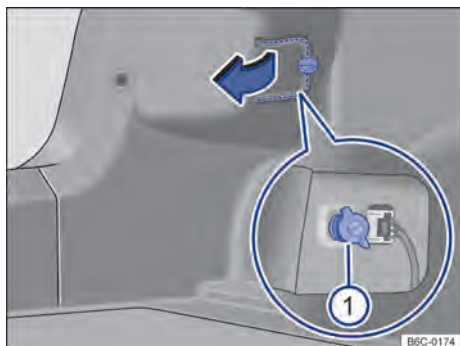
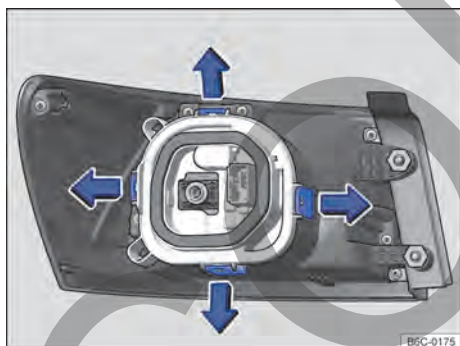

Fig. 165 En el maletero: desmontar la cubierta y retirar el tornillo mariposa ① (fragmento ampliado).
Fig. 166 Linterna trasera: desmontar el portalámparas.
- ① Observar la lista de control y ejecutar las acciones → pág. 209.
- ② Abrir la tapa trasera → pág. 73.
- ③ Para abrir la cubierta de la luz, girar la traba → fig. 165 (flecha).
- ④ Abrir la cubierta junto con la traba hacia el costado.
- ⑤ Aflojar el tornillo mariposa ① (fragmento ampliado) y retirarlo, sosteniendo, al mismo tiempo, la linterna trasera.
- ⑥ Tirar con cuidado de la linterna trasera hacia afuera, para desengancharla de la carrocería → ①.
- ⑦ Desenganchar el conector de alimentación de las lámparas de la linterna, para remover totalmente la linterna.
- ⑧ Colocar la linterna trasera sobre una superficie limpia y lisa.
- ⑨ Para desbloquear el soporte de las lámparas, presionar cada lengüeta de bloqueo → fig. 166 en el sentido de las flechas.
- ⑩ Desmonte el portalámparas con cuidado.
- ⑪ Para retirar las bombillas quemadas presione la bombilla contra el alojamiento y gírela en sentido antihorario.
- ⑫ Cambiar la bombilla quemada por una bombilla nueva del mismo modelo.
- ⑬ Para insertar las lámparas nuevas en el portalámparas, introduzca la nueva lámpara en el alojamiento correspondiente. Presione la bombilla y gírela en sentido horario hasta el tope.
- ⑭ Cerciorarse de que las lámparas estén correctamente fijadas en el soporte.
- ⑮ Instalar el soporte de las lámparas en la linterna trasera. Las lengüetas de bloqueo → fig. 166 deben encajar de forma audible.
- ⑯ Colocar el conector de alimentación en la luz.
- ⑰ Encajar la linterna trasera cuidadosamente en el alojamiento de la carrocería.
- ⑱ Sustener la luz trasera en la posición de montaje con una de las manos y atornillar con la otra el tornillo mariposa → fig. 165 ①.
- ⑲ Volver a colocar la cubierta de la linterna en su posición y girar la traba para cerrar.
- ⑳ Cerrar la tapa trasera → pág. 73.